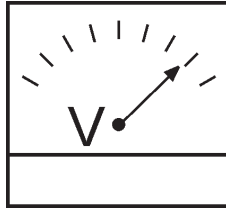

Figure 45. Voltmètre
6. Le voltmètre CA du générateur (Figure 45) affiche la tension de sortie du générateur en **VOLTS**.